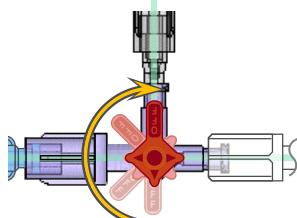

Abbildung 8 – Systemumgehung (Einsparung ZU)
- a. Um das DyeVert Power XT-System zu umgehen (d. h. keine Umleitung), richten Sie den DyeVert Power XT-Einweghahn auf „AUS“ auf dem Ventilauswahl-Einweghahn (siehe Abbildung 8). Das Power XT-System sollte in folgenden Fällen umgangen werden: Kochsalzlösungsspülung von Kathetern oder Medikamentenverabreichung.